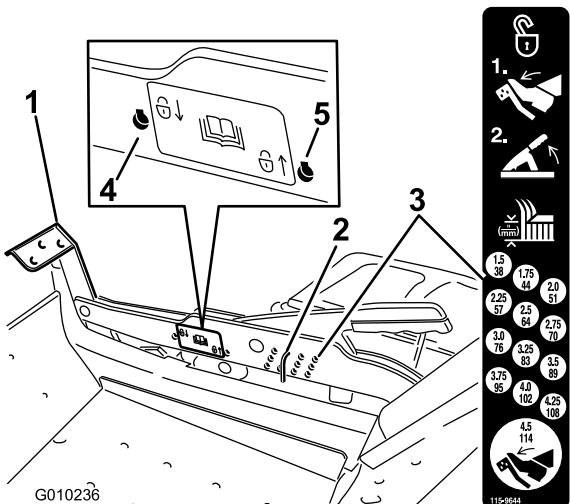

Bild 27
1. Treten Sie mit dem Fuß auf das Mähwerkhubpedal und heben Sie das Mähwerk in die Transportstellung an (auch die Schnitthöhe von 114 mm) (Bild 27).
2. Entfernen Sie den Splint zum Einstellen der Schnitthöhe aus der Schnitthöhenhalterung (Bild 27).
3. Wählen Sie ein Loch in der Schnitthöhenhalterung, das der gewünschten Schnitthöhe entspricht, und stecken Sie den Lastösenbolzen wieder ein (Bild 27).
1. Treten Sie mit dem Fuß auf das Mähwerkshubpedal und heben Sie das Mähwerk in die Transportstellung an (auch die Schnitthöhe von 114 mm) (Bild 27).
2. Entfernen Sie den Stift aus der Schnitthöheneinstellhalterung (Bild 27).
3. Wählen Sie das niedrigere Loch auf dem Arretierungsschild und stecken Sie den Stift ein (Bild 27).
4. Wählen Sie das höchste Loch auf dem Arretierungsschild und stecken Sie den Stift ein (Bild 27).